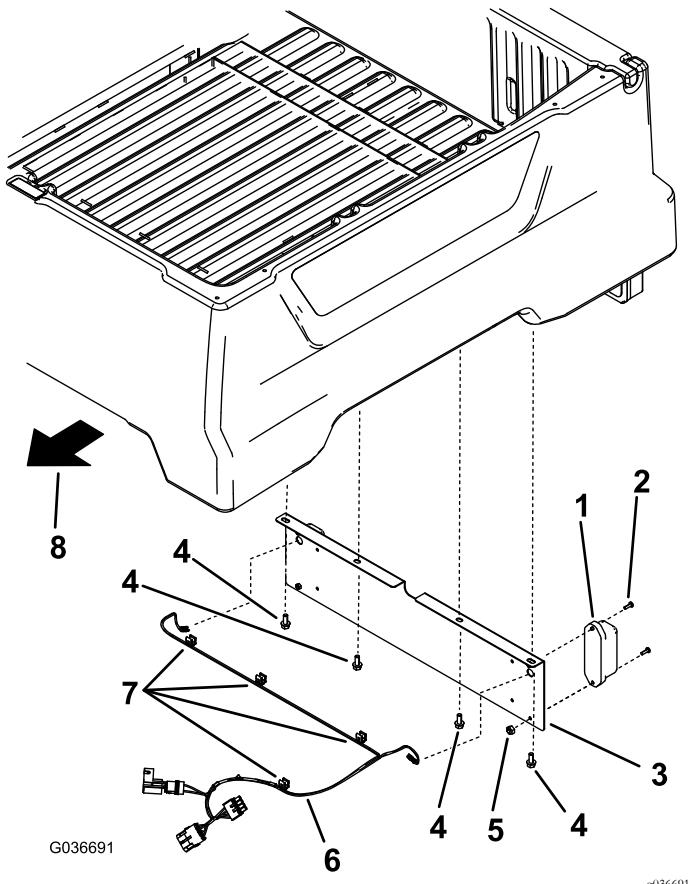

Figura 5
- Retire los 4 pernos con arandela prensada existentes de debajo de la plataforma de carga y utilícelos para instalar el soporte de la placa de matrícula (Figura 5).